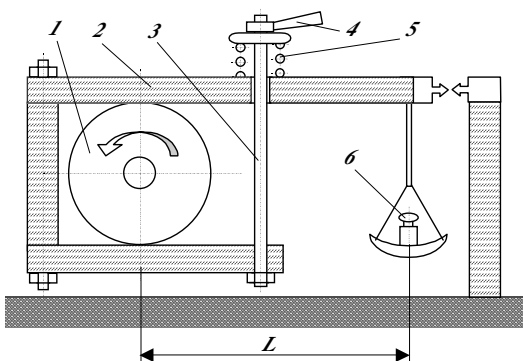

Рис. 1. Схема механического тормоза:
- простой механический тормоз с сухим трением и измерением тормозного усилия по весу гирь, устанавливаемых на рычаг тормоза (рис. 1);